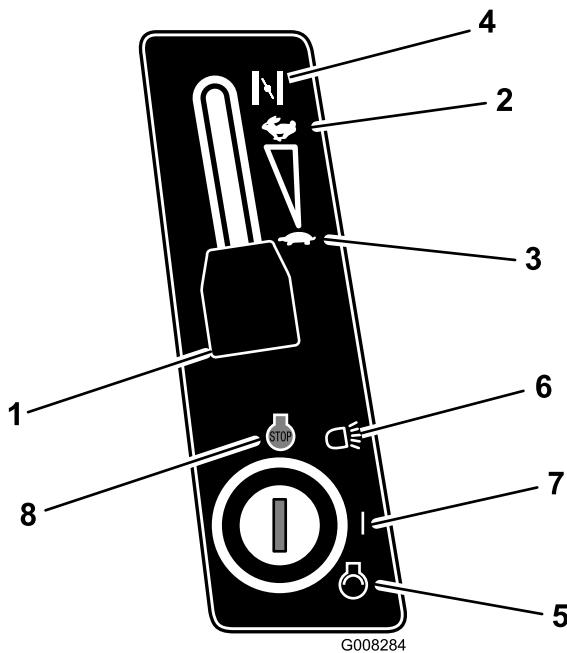

Figure 12
- Si le moteur est froid, placez la manette d'accélérateur en position Starter (Figure 12).
- Placez la manette d'accélérateur en position Bas régime (Figure 12).
- Tournez la clé de contact dans le sens des aiguilles d'une montre et maintenez-la en position de Démarrage (Figure 12). Relâchez la clé quand le moteur démarre.
- Lorsque le moteur démarre, amenez progressivement la manette d'accélérateur en position Haut régime (Figure 12).
- Tournez la clé de contact en position Contact coupé (Figure 12).